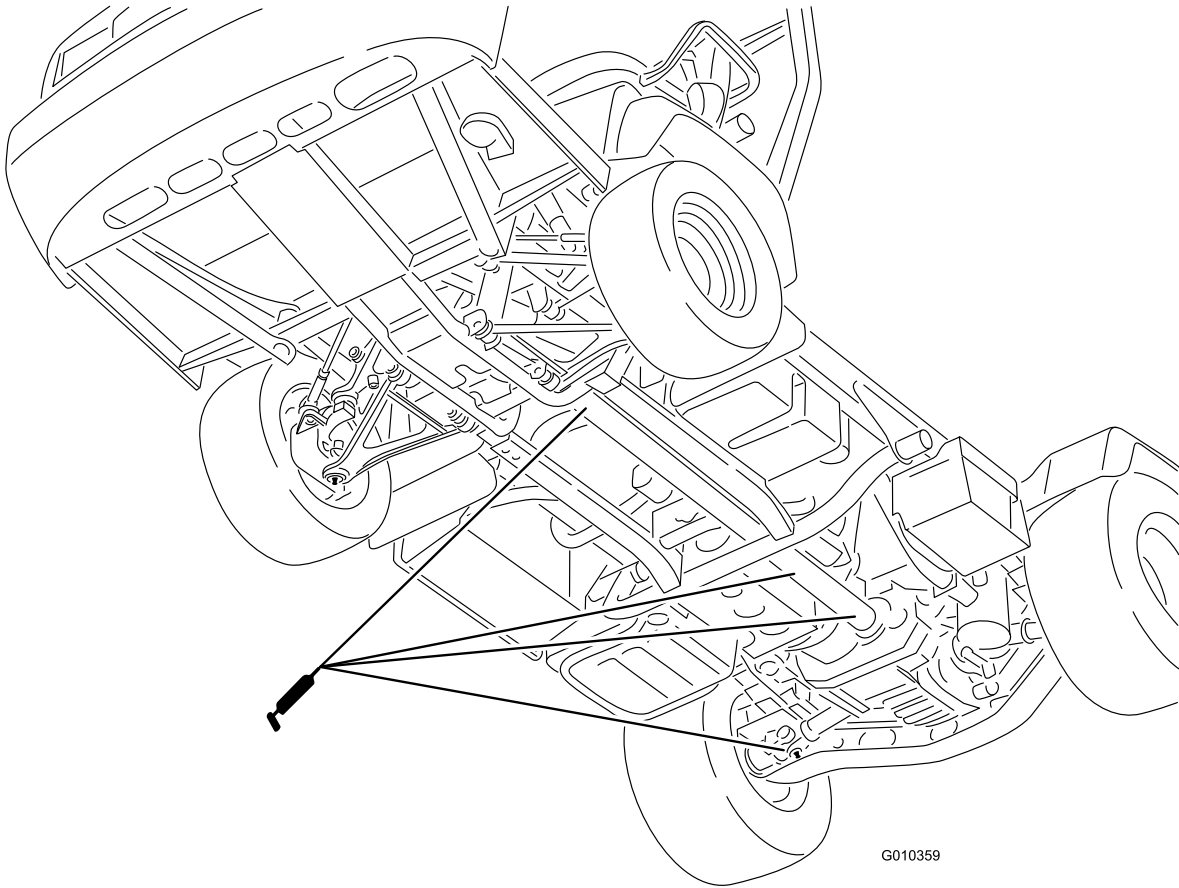

Figura 45
- Junta em U (18) e veio de tracção às 4 rodas (3) (Figura 45)